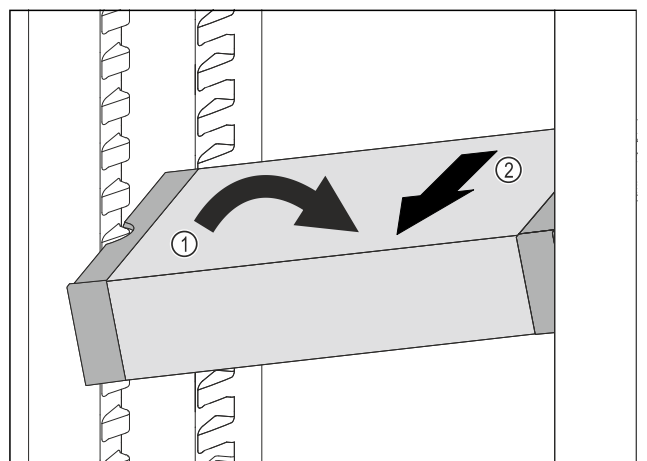

Fig. 83
- Incliner le VarioSafe dans la partie réfrigérateur. *Fig. 83 (1)*
- Sortir le tiroir VarioSafe par l'avant. *Fig. 83 (2)*